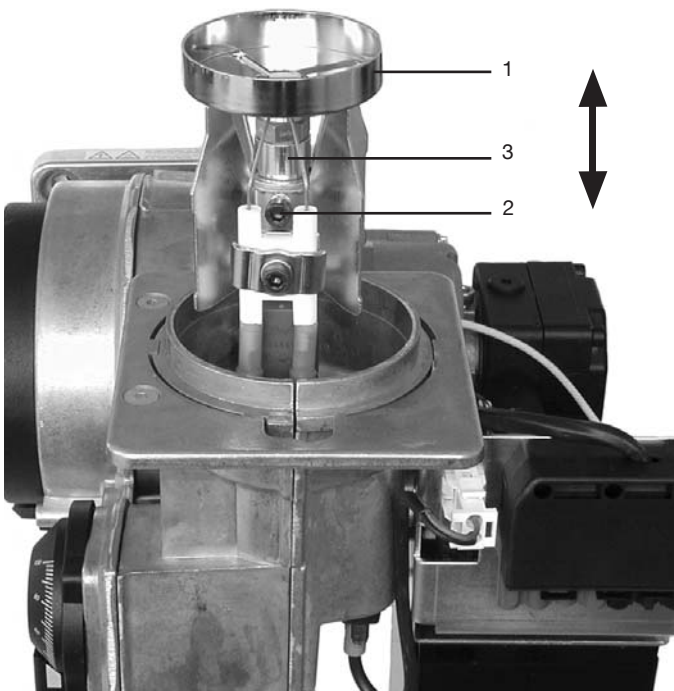

Figure 7
- A l'aide d'une clé à six pans creux de 4 mm, dévisser la vis 2 et retirer l'écran réducteur de pression (Cf. fig. 7).
- Retirer le gicleur 3 en place et visser le nouveau gicleur (Cf. fig. 7).